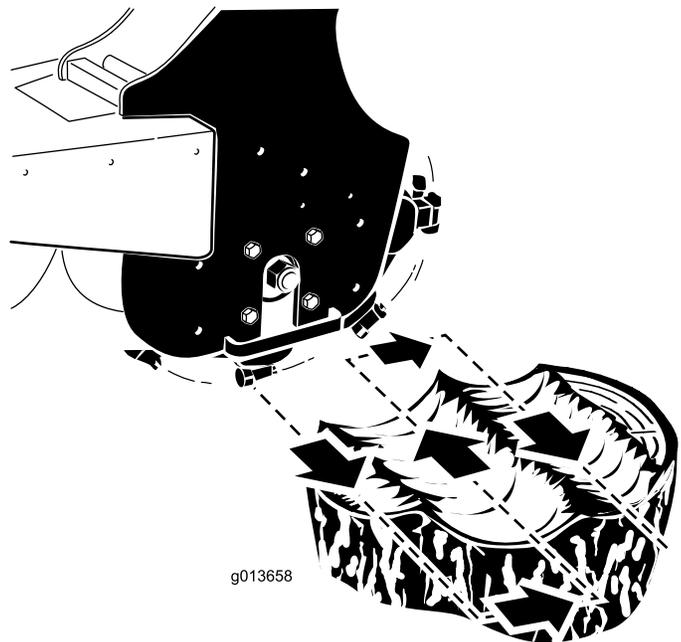

Bild 12
4. Positionieren Sie die Fräse links hinter den Stumpf (Bild 12).
5. Schwenken Sie die Fräse mit dem Anbaugerät-Kipphebel in Ihre Richtung und fräsen Sie, je nach der Härte des Holzes, zwischen 0,5 cm bis 5 cm ab (Bild 12).
6. Schwenken Sie die Fräse wieder aus (Bild 12), senken Sie sie auf 0,5 cm bis 5 cm ab und wiederholen die Schritte 4 bis 6, bis Sie einige Zentimeter abgefräst haben.
8. Stellen Sie die Fräse nach rechts (Bild 12).